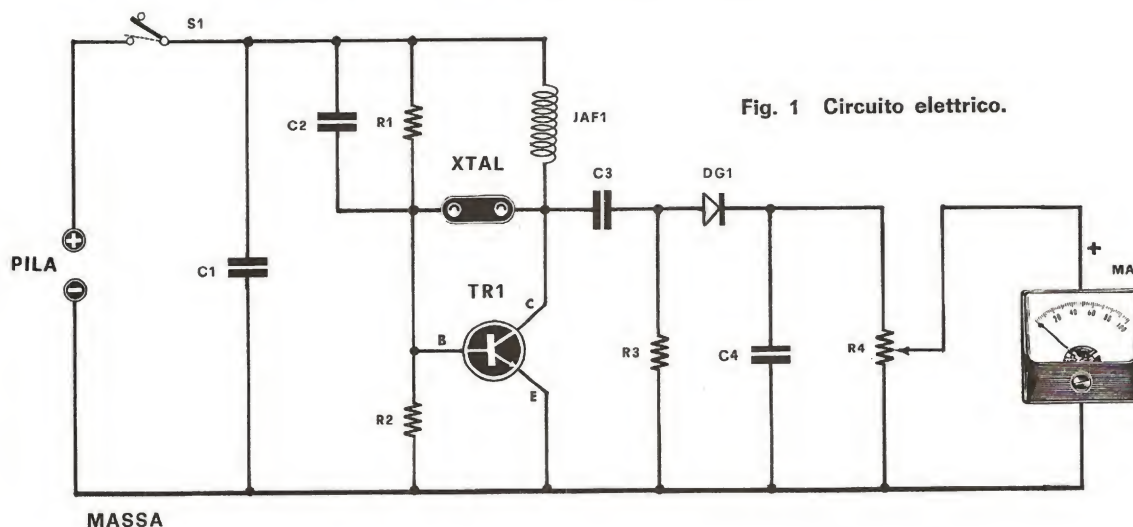

Fig. 1 Circuito elettrico.
Lo schema elettrico del nostro provaquarzi è quello che appare in fig. 1 e, come potete constatare voi stessi, non è che presenti delle difficoltà o delle particolarità di soluzione tali da renderne difficile o comunque critico il cablaggio.
**Fig. 1** L'antenna verticale visibile in disegno è senza dubbio quella che presenta minor difficoltà dal punto di vista costruttivo. Essa consiste praticamente in un tubo di alluminio di diametro di 10-12 mm. lungo 2,74 metri (elemento superiore) ed un secondo tubo (elemento inferiore) del diametro di 50 mm. di lunghezza analoga a quello precedente. Entro a quest'ultimo fisseremo come vedesi in fig. 2 un tondino di legno. L'impedenza di quest'antenna può essere variata da 52 a 75 ohm variando la lunghezza dei due tubi. Tale antenna è omnidirezionale, cioè irradia o riceve da ogni direzione.
vale a dire di 2,74 metri, che formerà l'elemento inferiore, come distintamente è visibile in fig. 1.
**Fig. 5** L'antenna visibile in figura è una direttiva, cioè irradia e riceve da una sola direzione, aumentandone però l'intensità del segnale. L'elemento riflettore lungo esattamente metri 5,64, andrà fissato ad una estremità del palo orizzontale di sostegno. A m. 0,98 andrà fissato l'elemento radiante (dimensioni analoghe a quelle di fig. 1 e fissato come indicato in fig. 3) a m. 2,07 dall'elemento radiante fissaremo il direttore costituito da un tubo lungo esattamente m. 5,13. Per evitare le oscillazioni prodotte dal vento, le estremità dei tubi saranno tenute ferme con filo di nailon.